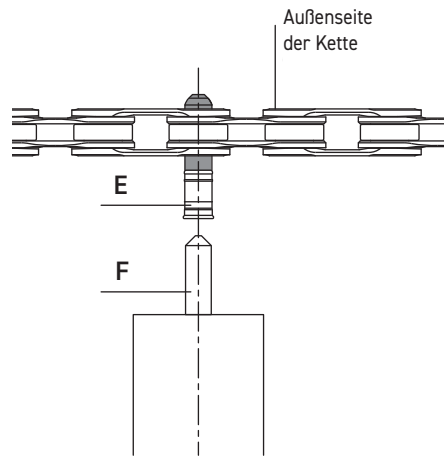

Abb.13
- Kontrollieren Sie, dass die konische Spitze des Schiebers (F) (Abb. 13) genau auf die Mitte der Hülse **ULTRA-LINK 5-CN-RE500 (11s) / 5-CN-SR600 (12s) (E)** (Abb. 13) ausgerichtet ist.